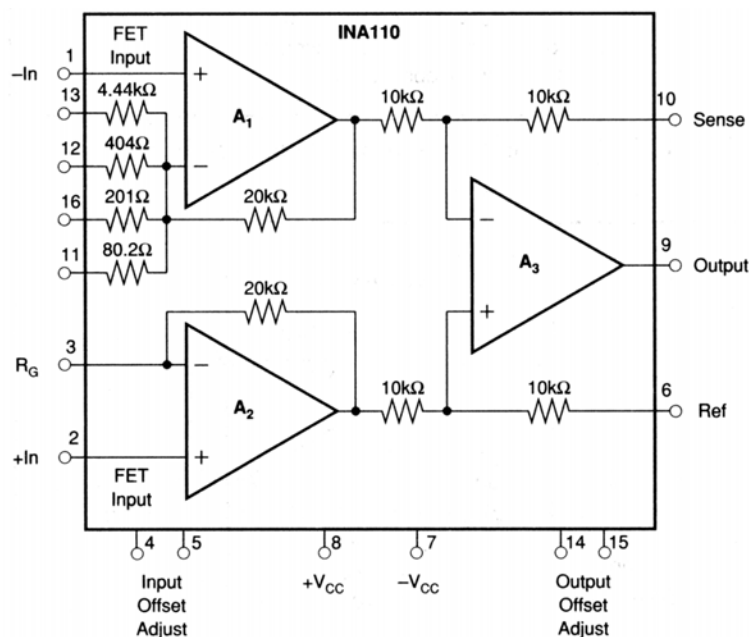

Abb. 1
6. Ein Relais soll einschalten, wenn wenigstens eines von drei Steuersignalen CTL_A, CTL_B, CTL_C aktiv ist. Signalspannung: 24 V. Entwerfen und dimensionieren Sie eine entsprechende Schaltstufe. Zu schaltender Laststrom = 100 mA. Halbleiterbauelemente: (1) Bipolartransistor, Stromverstärkung = 100; (2) SI-Diode, Durchlaßstrom = 100 mA.
7. Wie beschalten Sie diesen Differenzmeßverstärker (Abb. 1), um eine Verstärkung von 100 zu erreichen?